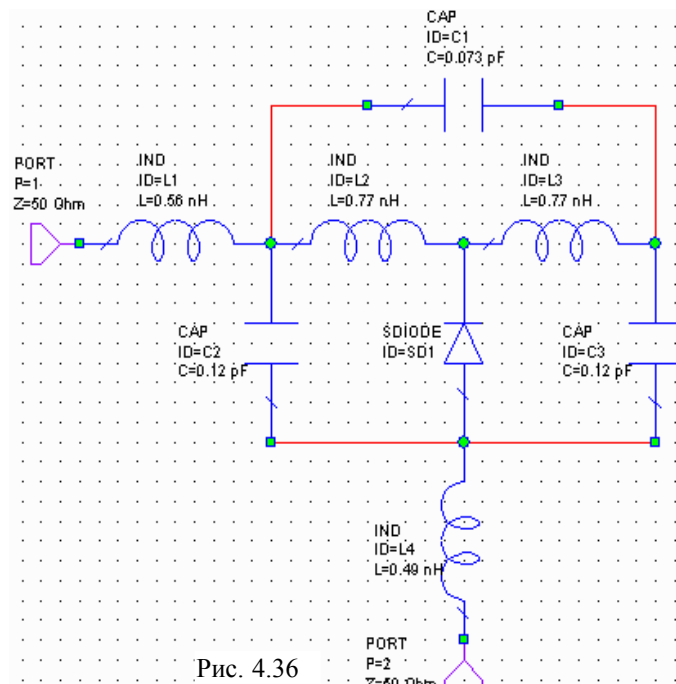

Рис. 4.36
14. Щёлкните мышкой по значку **Port** на панели инструментов и подключите вход к левому выводу первой индуктивности. Затем подключите порт к свободному нижнему выводу последней индуктивности, предварительно развернув его на 90 градусов. Должна получиться схема, показанная на рис. 4.36.
15. Дважды щёлкая по элементам индуктивностей и емкостей, отредактируйте их параметры, как показано на рис. 4.36.